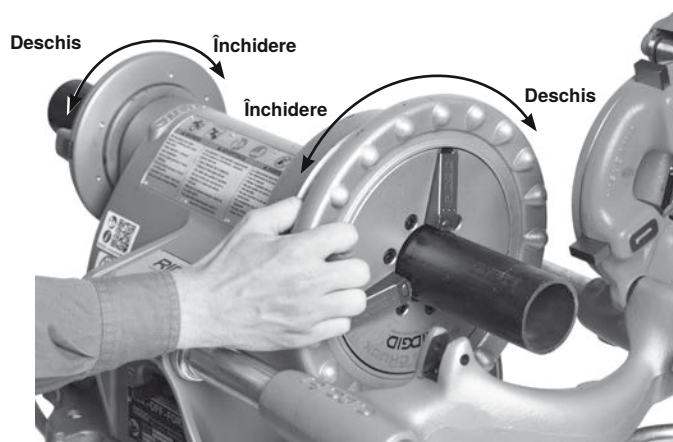

Figura 14 – Prinderea țevii în mandrină
4. Rotiți dispozitivul de centrare spate în sens antiorar (văzut dinspre spatele mașinii) pentru a se închide pe țeavă (Figura 14). Asigurați-vă că țeava este centrată în inserturi. Acesta îmbunătățește sprijinul țevii și dă rezultatele mai bune.
5. Rotiți roata de mână a mandrinei frontale în sens antiorar (văzut dinspre fața frontală a mașinii) pentru a se închide pe țeavă. Asigurați-vă că țeava este centrată în inserturi. Folosiți rotații antiorare forțate și repetate ale roții de mână pentru a asigura țeava în mandrina frontală (Figura 14).